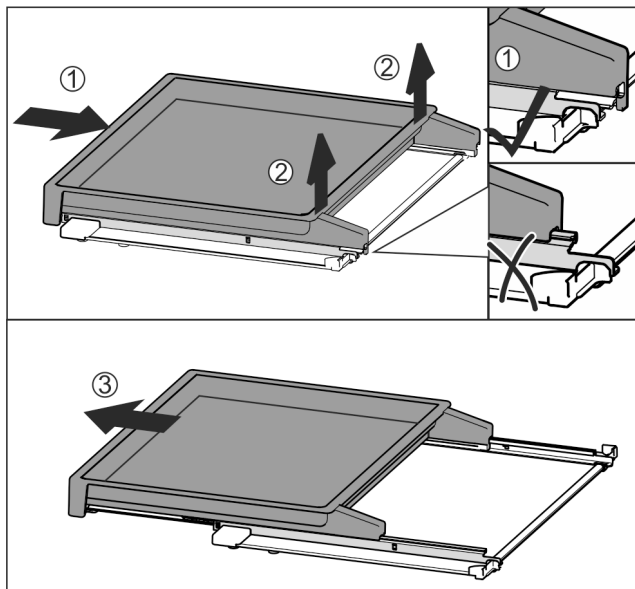

Fig. 133
- ▶ Izvlačni pretinac pogurnite do kraja Fig. 133 (1).
- ▶ Otpustite zapor sa stražnje strane Fig. 133 (2).
- ▶ Izvadite izvlačni pretinac prema naprijed Fig. 133 (3).